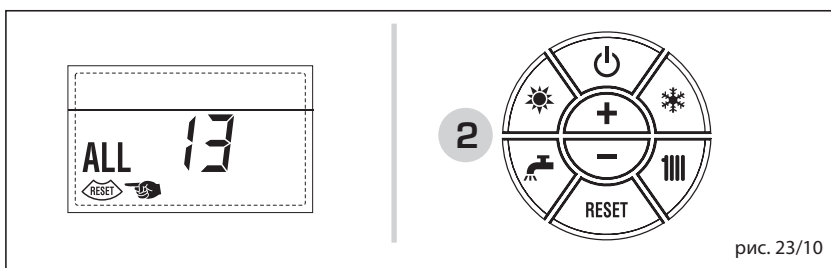

рис. 23/10
– **НЕПОЛАДКА ДЫМООТВОДА “ТРЕВ. 14” (рис. 23/11)**